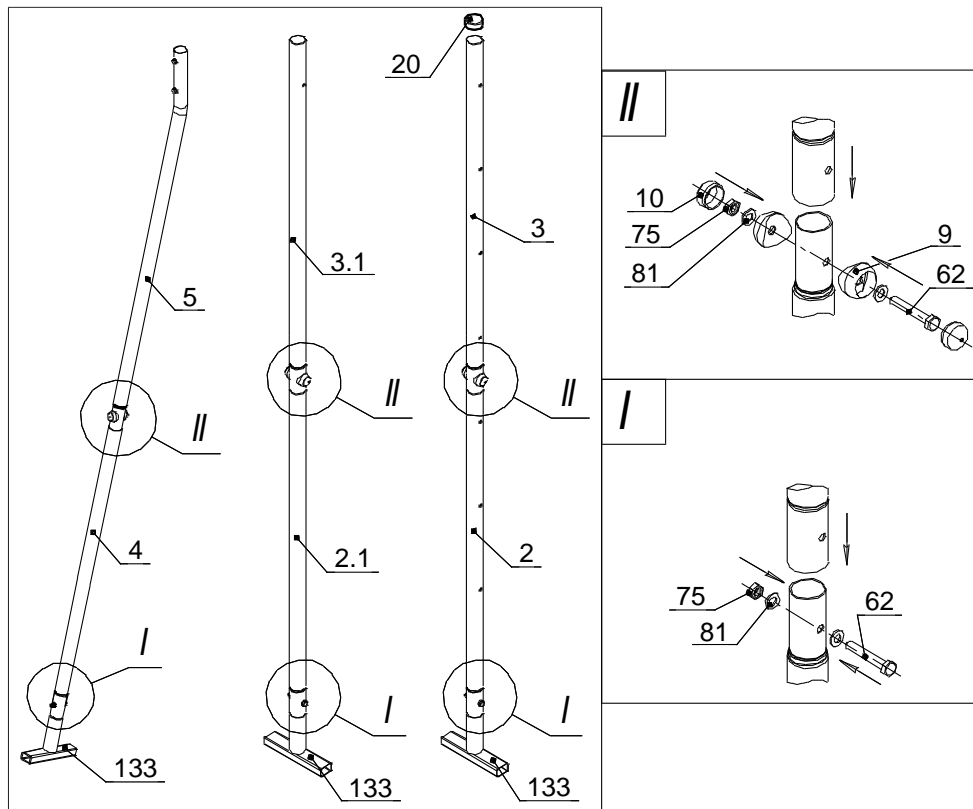
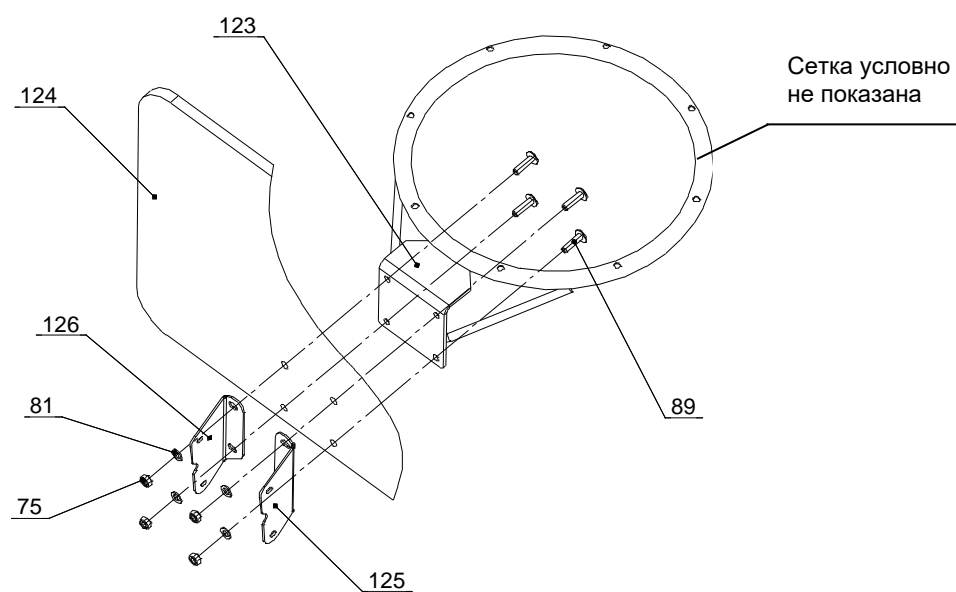

Рис.2
Рис.5
10.3.5 Собрать ранее собранные стойки раскоса по рис.2 (поз.4 и 5) с отводом (поз.18) и баскетбольным щитом. После регулировки произвести окончательную затяжку болтов. поз. 72 и 89 (рис.5).